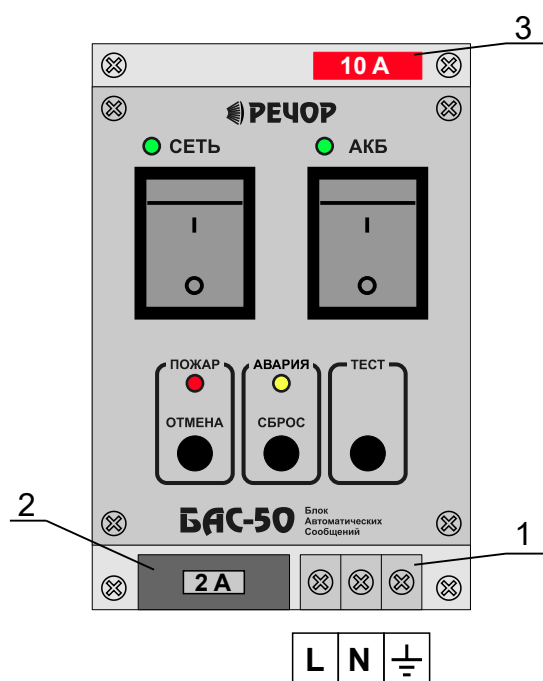

Рис. 1.6. Коммуникации и установочные элементы панели управления.
Подключение сетевого питания 220 В и защитного заземления к устройству производится через клеммную колодку панели управления (поз.1 на Рис. 1.6).
Для обеспечения эффективной работы помехоподавляющего фильтра, имеющегося в БП со стороны сетевого входа, желательно иметь соответствие фактического подключения и обозначения на Рис. 1.6 для фазного (L) и нулевого рабочего (N) проводов.